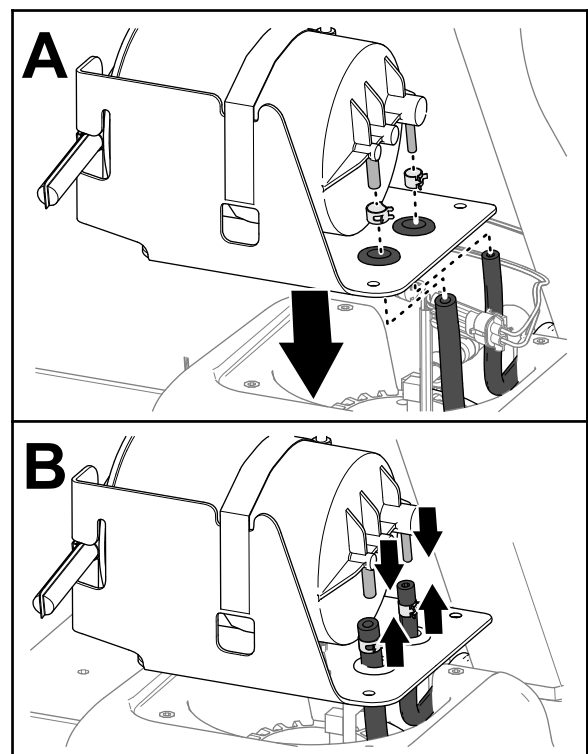

Figure 90
1. Passez les flexibles du réservoir de carburant dans les bagues sur le support du filtre à charbon actif (Figure 90).
2. Enfilez les colliers sur les flexibles (Figure 90).
3. Branchez les flexibles sur les raccords du filtre à charbon actif (Figure 90).